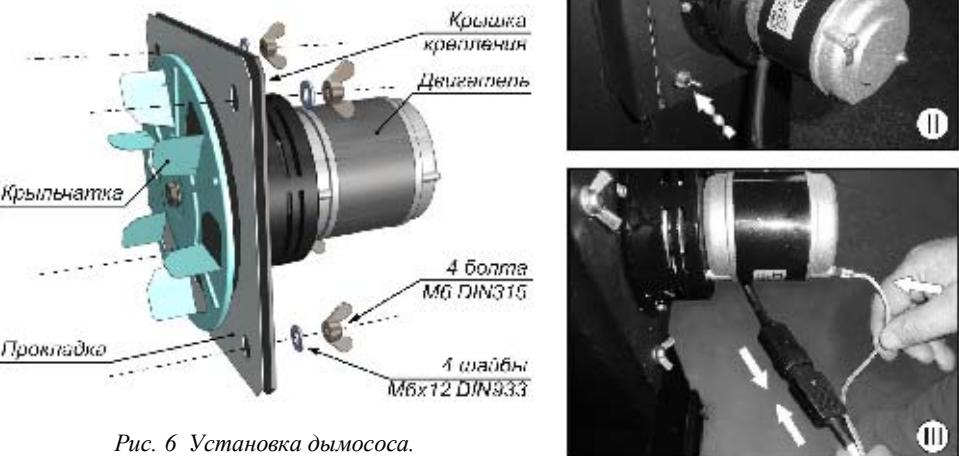

Рис. 6 Установка дымососа.
- Надеть шайбы на шпилки и закрутить барашки, так чтобы прокладка была зажата между корпусом и крышкой. (см. *рис. 6*)